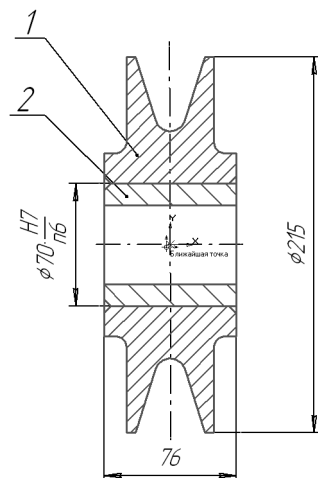

Рис. 53.23. Указание базовой точки
5. Скопируйте выделенный объект в буфер обмена. В качестве базовой укажите точку пересечения осей симметрии (рис. 53.23).